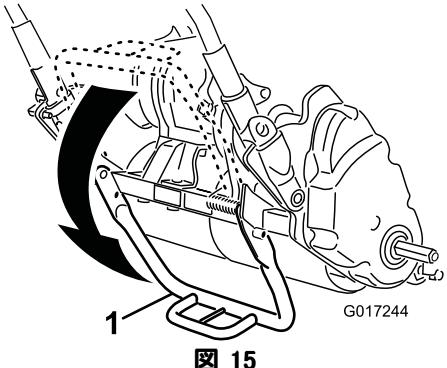

図 15
1. キックスタンドを立てる(スタンドを足で下げながらハンドルを持ち上げる)(図 15)。